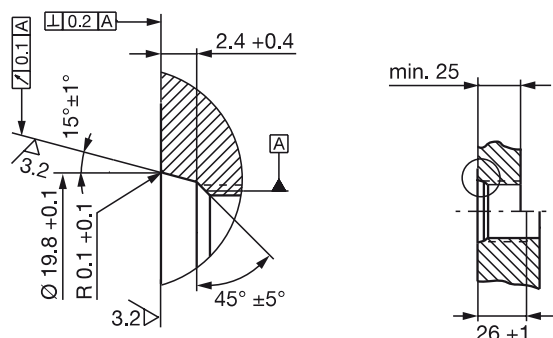
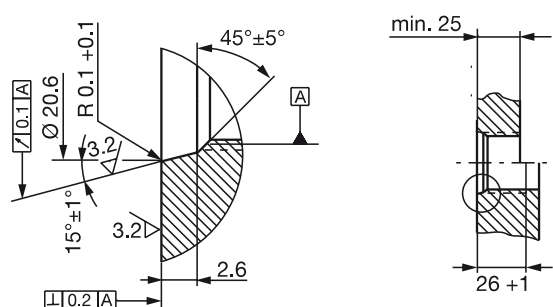

Fig. 4-3: Foro di avvitatura M18×1,5 secondo ISO 6149, O-ring 15,4×2,1
Fig. 4-4: Foro di avvitatura 3/4"-16UNF secondo SAE J475, O-ring 15,3×2,4
- ▶ Eseguire il foro di avvitatura, con la relativa filettatura (e l'eventuale svasatura per l'O-ring), come da Fig. 4-3 o Fig. 4-4.